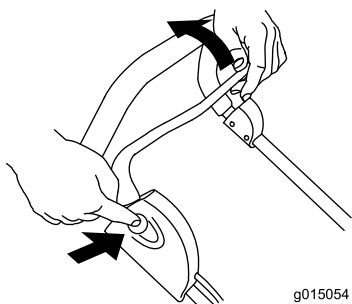

Figure 10
4. Sans relâcher le bouton, rapprochez la barre de commande du guidon (Figure 10).